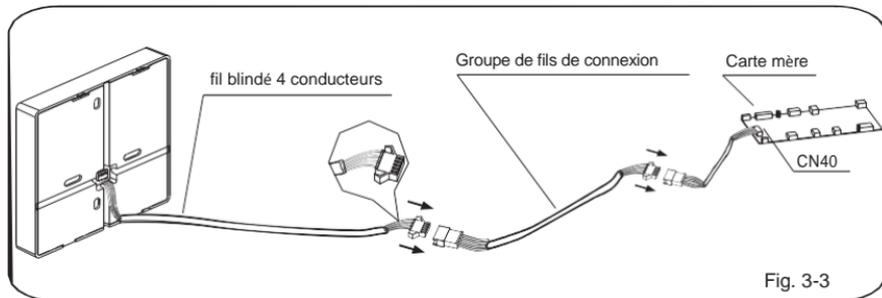

Fig. 3-3
- Connectez le joint femelle du groupe de fils de la carte mère au joint mâle du groupe de fils de connexion. (Voir Fig.3-3)
- Connectez l'autre côté du groupe de fils de connexion au joint mâle du groupe de fils provenant de la télécommande filaire. (Voir Fig.3-3)